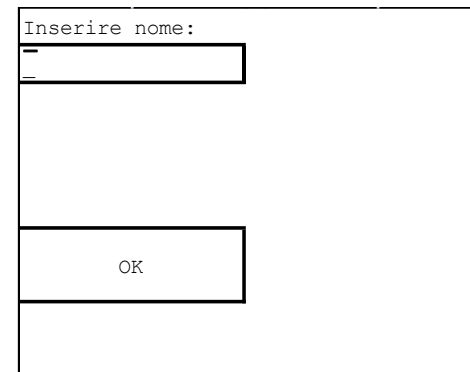

Fig.18
1. premere la manopola encoder per abilitare la routine di inserimento del nome da assegnare al programma (vedi fig.18);